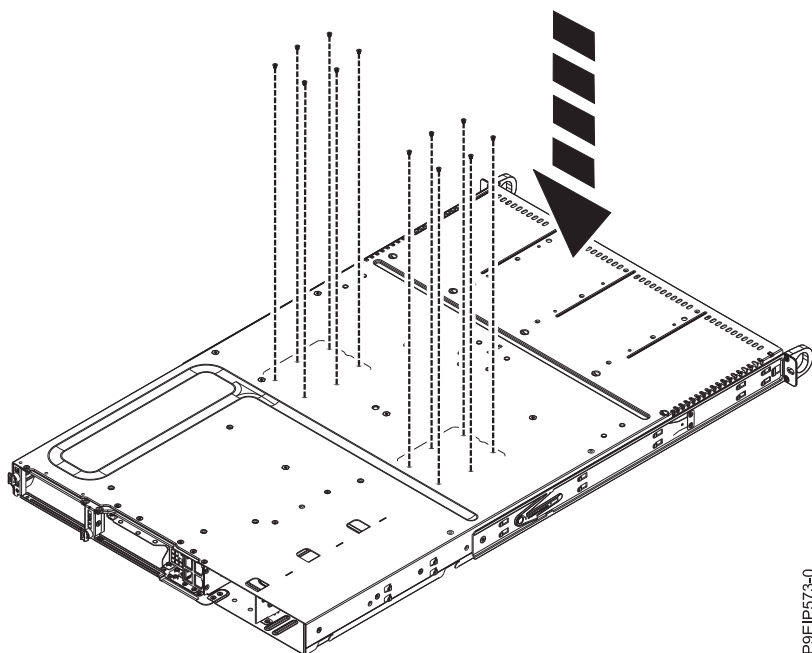

Figure 52. Remise en place des vis du connecteur de processeur au bas du châssis
- b. Remettez en place les vis de la base. Les emplacements des vis sont illustrés dans la figure 52, à la page 54.